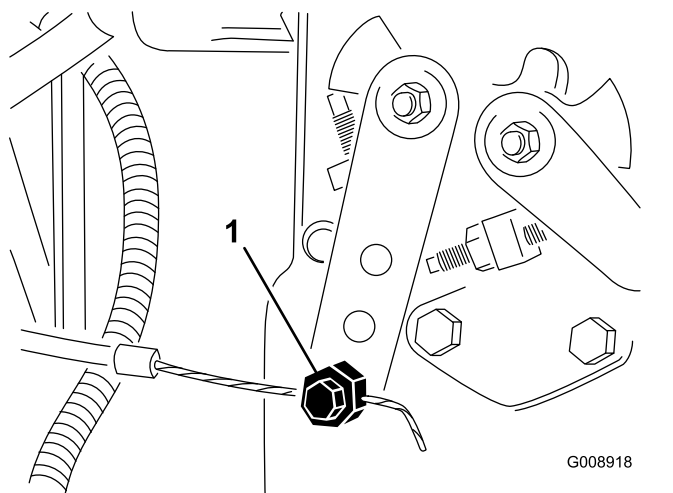

Figura 72
2. Desaperte o conector do cabo do regulador no braço da alavanca da bomba de injeção (Figura 72).